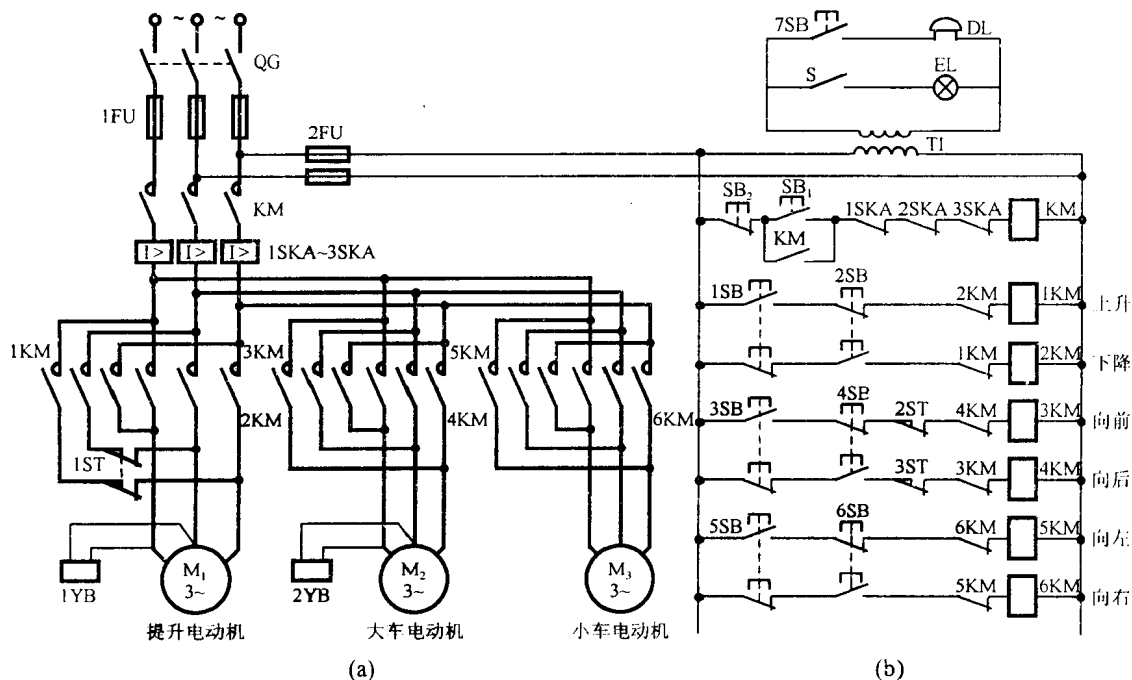

图 8.5 例 8-5 图
**解** 单梁桥式起重机的主电路和控制电路如图 8.5(a)和(b)所示。具体说明如下:
① 提升、大车、小车分别由鼠笼式异步电动机  $M_1$ 、 $M_2$ 、 $M_3$  拖动, 总电源接触器 KM 起到了零压保护的作用, 过电流继电器 1SKA、2SKA、3SKA 对电动机进行过载保护和短路保护。由于三个电动机都是短时间工作, 所以都没有必要采用长期过载保护。
② 三个电动机  $M_1$ 、 $M_2$ 、 $M_3$  的点动工作, 可以分别按压 1SB (2SB)、3SB (4SB)、5SB